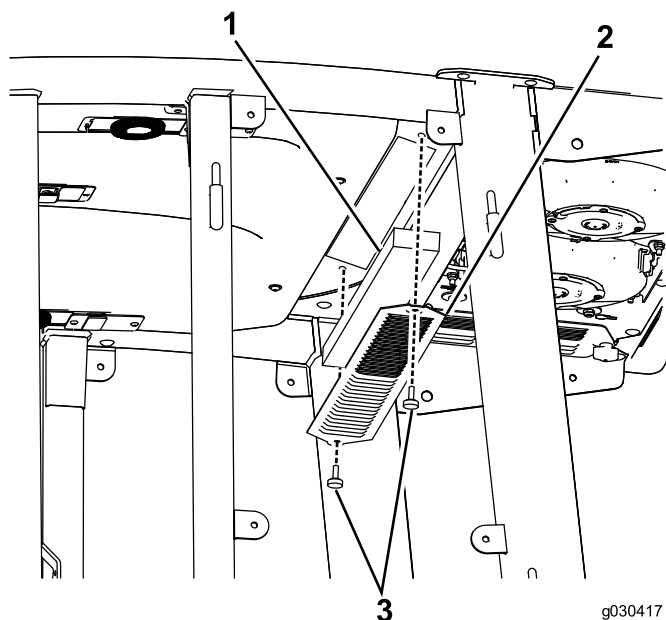
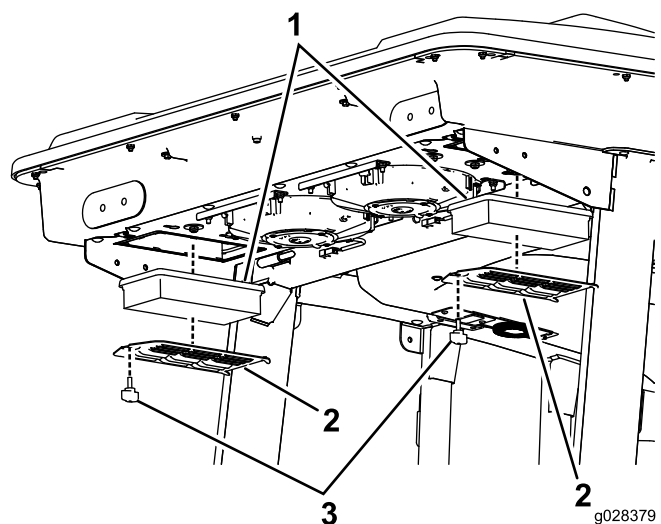
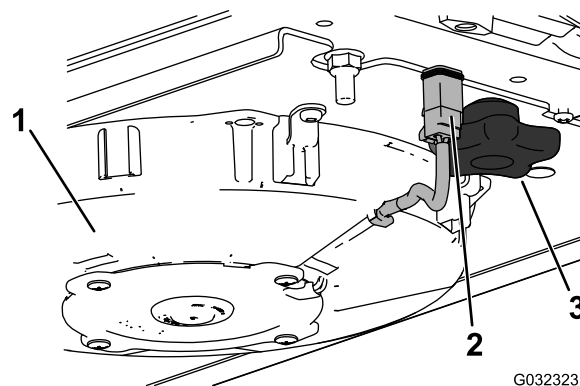

Figure 56
Figure 57
Figure 58
1. Retirez les vis à oreilles et les grilles des filtres à air intérieur et arrière de la cabine (Figure 56 et Figure 57).
2. Débranchez le câble de chaque ventilateur (Figure 58).
3. Retirez les 2 boutons et déposez le ventilateur (Figure 58).
5. Déposez les filtres à air (voir Figure 57).
7. Reposez les filtres à air, la grille et le ventilateur (Figure 57, Figure 59 et Figure 58).
8. Rebranchez le câble de chaque ventilateur (Figure 58).